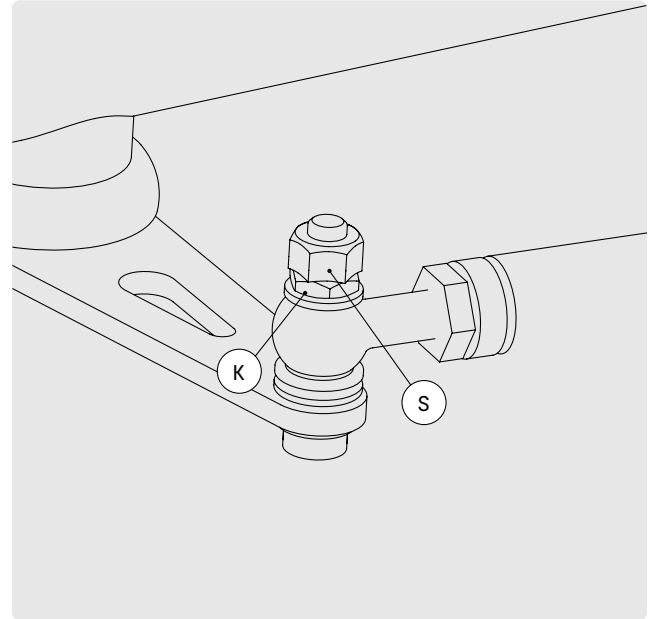

ABB. 33
- Wenn Sie eine schwergängigere Lenkung bevorzugen, ziehen Sie die flache Mutter K am Lenkgestänge etwas stärker an (Abb. 33). Dazu müssen Sie zunächst die selbstsichernde Mutter S entfernen.